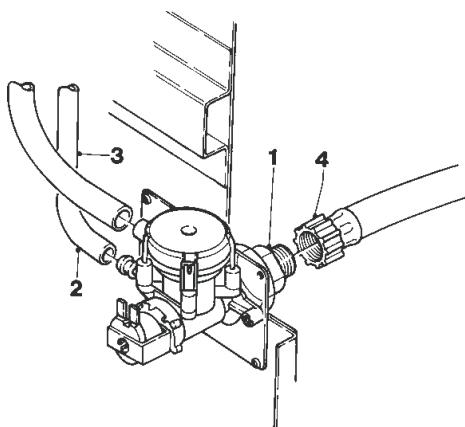

Рис. 13
Используйте шланг, который может выдержать давление водопроводной сети и пригоден для пищевых продуктов (мин. внутренний диаметр — 6 мм), для подключения источника воды к штуцеру (3/4" газ) электромагнитного клапана впуска воды (см. рис.13)
Электромагнитный клапан впуска воды (см. Рис. 13) оборудован устройством защиты от перелива, которое механически останавливает выпуск воды в случае отказа электромагнитного клапана или устройства контроля уровня воды в бойлере. Для восстановления нормального функционирования выполните следующее:
- ослабьте муфту, которая фиксирует шланг подачи воды на электромагнитный клапан, чтобы убрать оставшееся давление водопроводной сети, и снова ее затяните (см. Рис. 13);